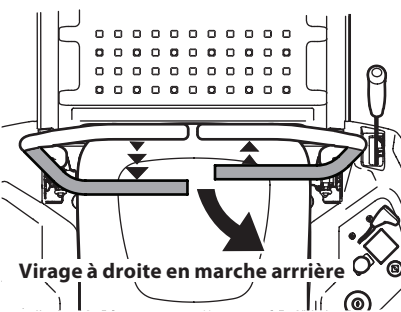

Figure 32
2. Pour tourner à droite en marche arrière, poussez la barre de conduite droite vers l'avant et tirez la barre de conduite gauche vers vous. Voir Figure 32.